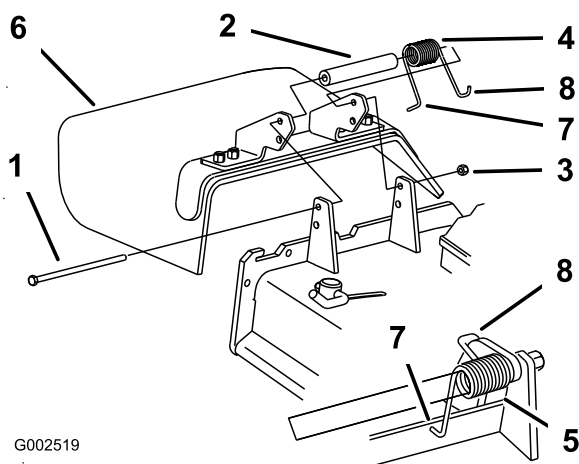

Figure 44
1. Retirez le contre-écrou, le boulon, le ressort et l'entretoise qui fixent le déflecteur aux supports de pivot (Figure 44).
Remarque: Prenez soin de placer l'extrémité en **L** du ressort derrière le bord du plateau avant de mettre le boulon en place, comme indiqué à la Figure 44.
5. Accrochez l'extrémité en **J** du ressort au déflecteur d'herbe (Figure 44).